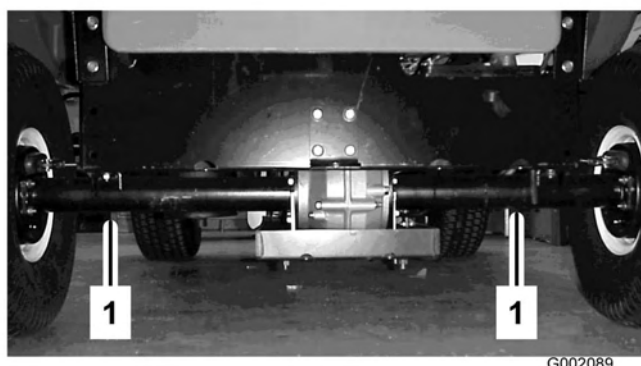
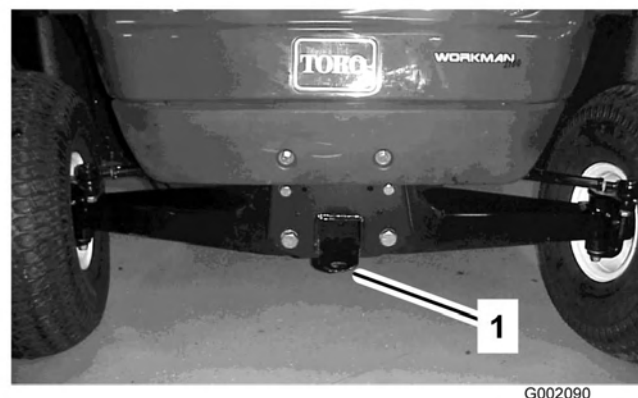

Figura 27
Figura 28
Deverá utilizar um atrelado para deslocar o veículo através de longas distâncias. Verifique se o veículo se encontra bem fixo ao atrelado. Consulte Figura 27 e Figura 28 para localizar os pontos de fixação do veículo.
2. Coloque uma corda de reboque no garfo que se encontra na zona dianteira do chassi (Figura 28).